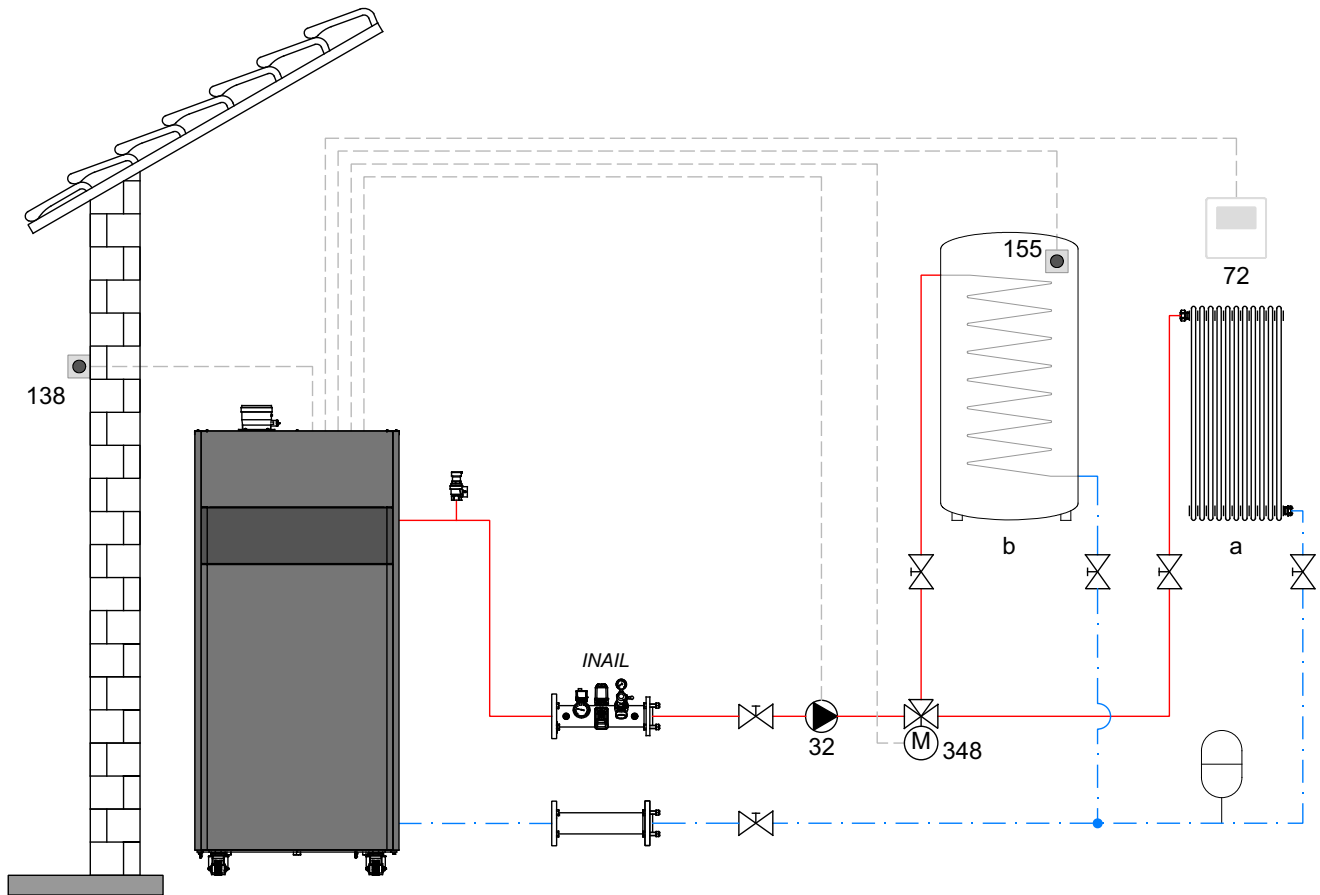
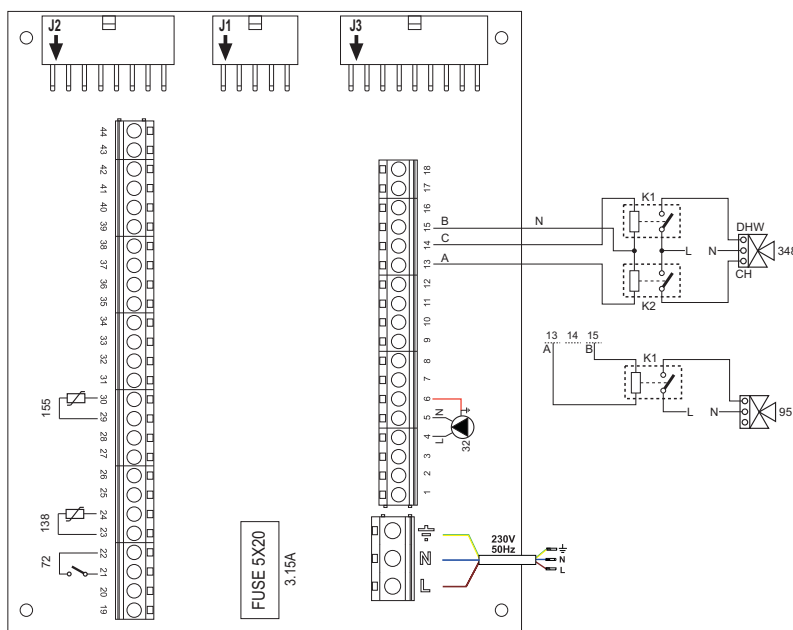

fig. 43
fig. 44
**Per evitare danneggiamenti alla scheda, è consigliato l'uso di relè esterni per il pilotaggio della valvola a 3 vie, come da indicazione di fig. 44.**
#### Legenda (fig. 43 e fig. 44)